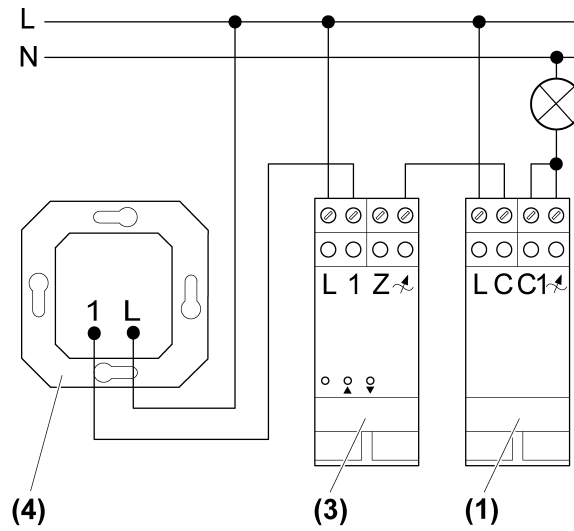
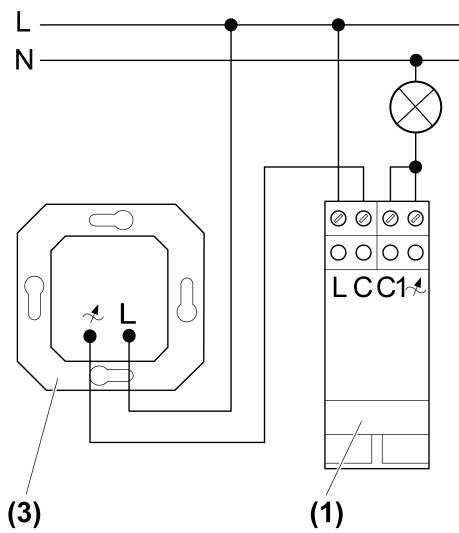
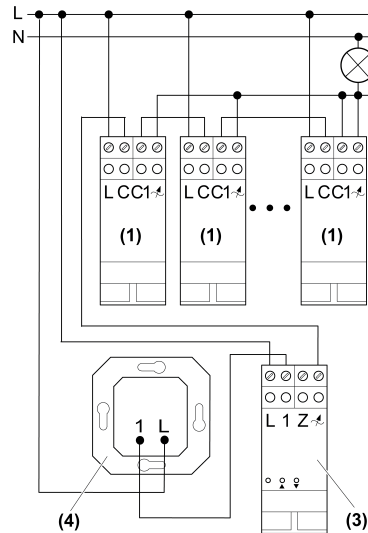

Bild 2: Anschlussplan mit REG-Dimmer
Bild 3: Anschlussplan mit UP-Dimmer
Bild 4: Anschlussplan mit mehreren Leistungszusätzen
(1) Leistungszusatz
(3) Dimmer
(4) Lokale Nebenstelle
- Leistungszusatz gemäß Anschlussplan anschließen, Anschlussplan mit REG-Dimmer (Bild 2), Anschlussplan mit UP-Dimmer (Bild 3) oder Anschlussplan mit mehreren Leistungszusätzen (Bild 4).